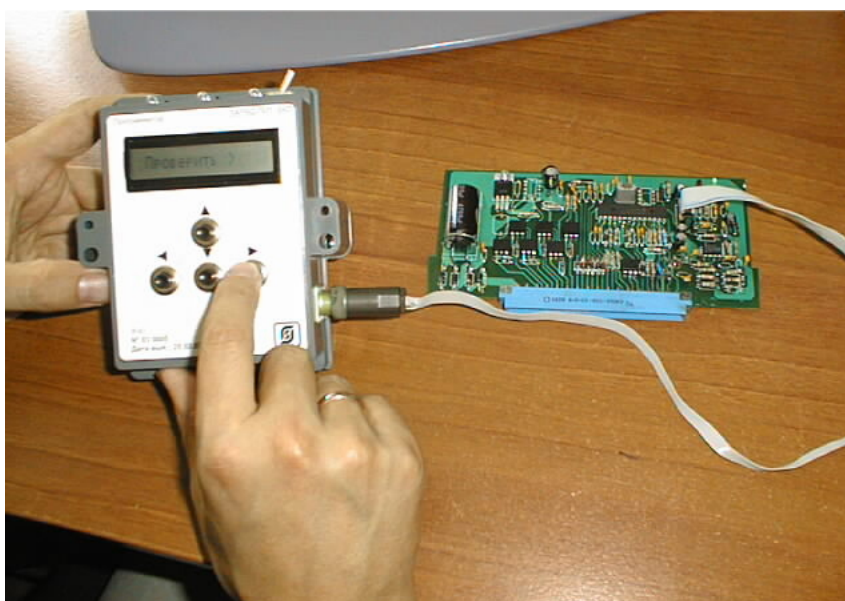

Рисунок 38. Выполнение проверки прошивки лифтового контроллера.
5. Используя кнопки «ВВЕРХ» и «ВНИЗ», найдите пункт меню «Проверить» (проверить прошивку). Нажмите кнопку выбора «ВПРАВО» (рисунок 38). Мобильный программатор выполнит проверку совпадения указанной прошивки с реальной прошивкой лифтового контроллера. В случае успешного завершения на экране программатора появится сообщение «ОК...». Выключите питание программатора и перейдите к разделу «Тестирование платы ЛК в стенде».